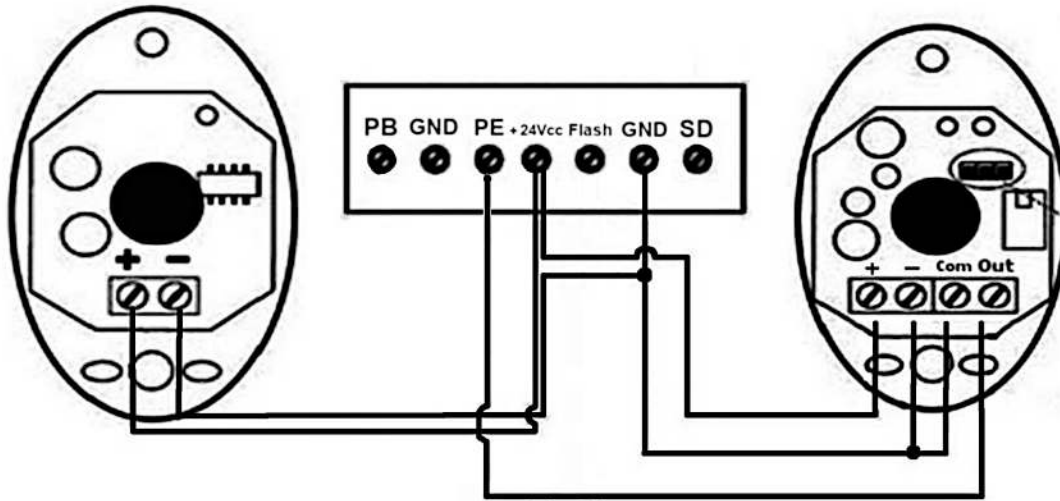

Fig.61
NOTA: Asegúrese de que las fotoceldas infrarrojas estén bien conectadas a la terminal de conexiones. Las fotoceldas infrarrojas utilizan el contacto normalmente cerrado y debe estar conectado como se indica en la Fig.60 y Fig.61. La función de fotoceldas infrarrojas debe estar desactivada si las fotoceldas infrarrojas no están instaladas, de lo contrario, el portón no podrá cerrarse, la luz LED parpadeará y la pantalla mostrará una como indicación.
9.4.-Conexión de las Fococeldas (Opcional). (Fig.61)